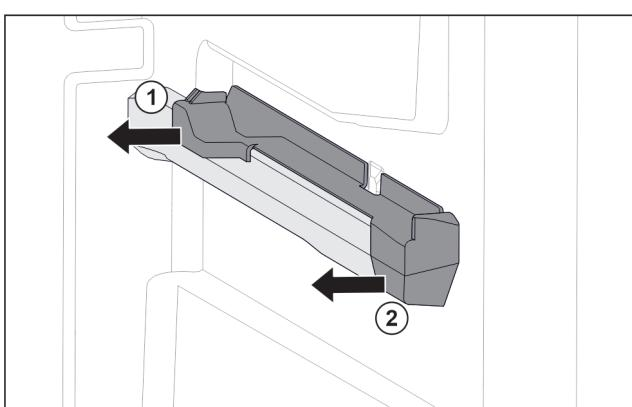

Fig. 93 Natični dio na desnom žlijebu spremnika
- Skinite natični dio straga u stranu. Fig. 93 (1)
- Skinite natični dio sprijeda u stranu. Fig. 93 (2)